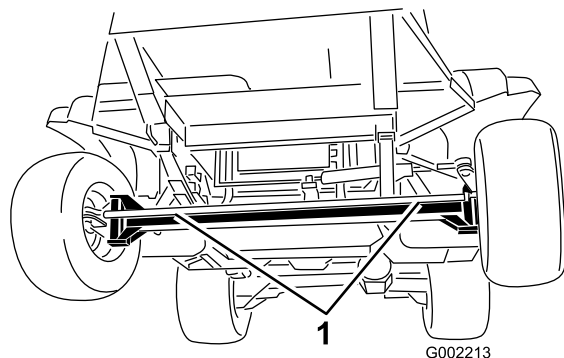
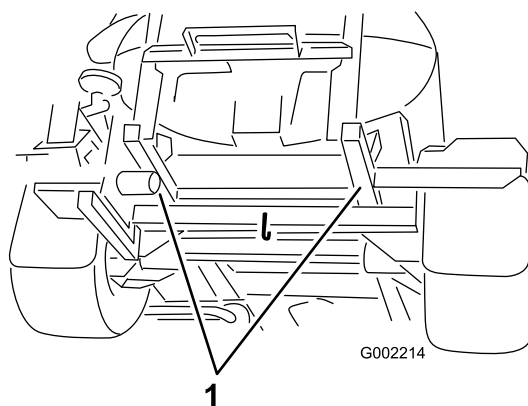

図 51
図 52
4. 牽引ロープを取り付ける車両前後のロープ掛けポイントについては 図 51 と 図 52 を参照。